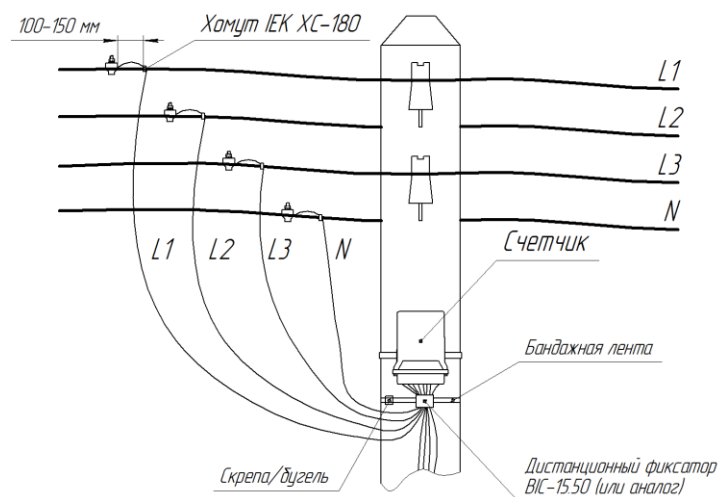

Рисунок 3.3 – подключение счетчика проводом СИП
5) Предусмотреть запас проводов СИП (вход/выход на счетчике) длиной (100 – 150) мм для дальнейшего обслуживания счетчика (протяжка винтов и т.д.). Обязательно зафиксировать провода СИП атмосферостойким хомутом перед счетчиком вдоль опоры ВЛ-0,4 кВ (см. рисунок 3.3).
6) Провода СИП подключить к линии ВЛ-0,4 кВ с помощью прокалывающих зажимов (проколов). Скрутка проводов строго запрещена! Обязательно место контакта зачистить от пыли, пленок, окислов и смазать токопроводящей кварце-вазелиновой пастой (например, ПКВ). Обязательно зафиксировать провод СИП атмосферостойким хомутом, например, ИЕК ХС-180 (УНН21-Д6-180-100), перед зажимом вдоль линии ВЛ-0,4 кВ (см. рисунок 3.3).